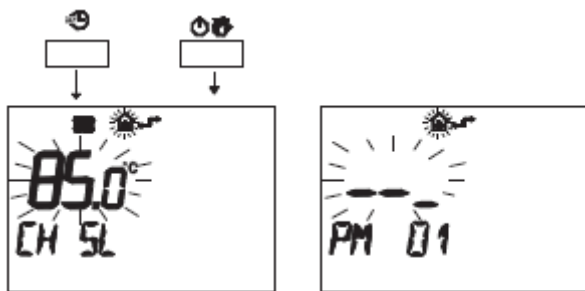

рис. 5.45
• Нажмите одновременно кнопки и , чтобы войти в режим программирования, см. рис. 5.45.